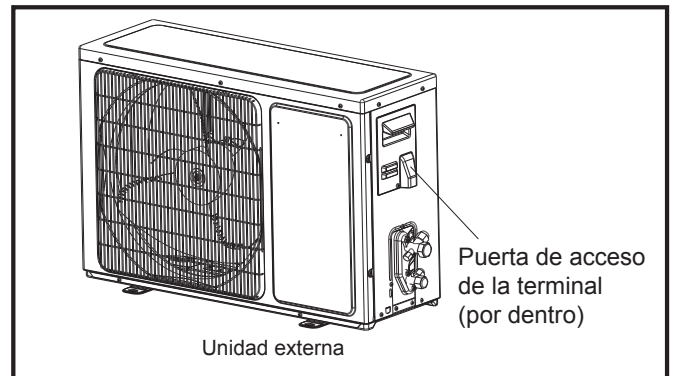

Fig. 22
- 1) Desajuste el tornillo y quite la puerta de acceso de la unidad. Conecte los cables a la terminal en el tablero de control de manera individual como se muestra a continuación (Fig. 22).